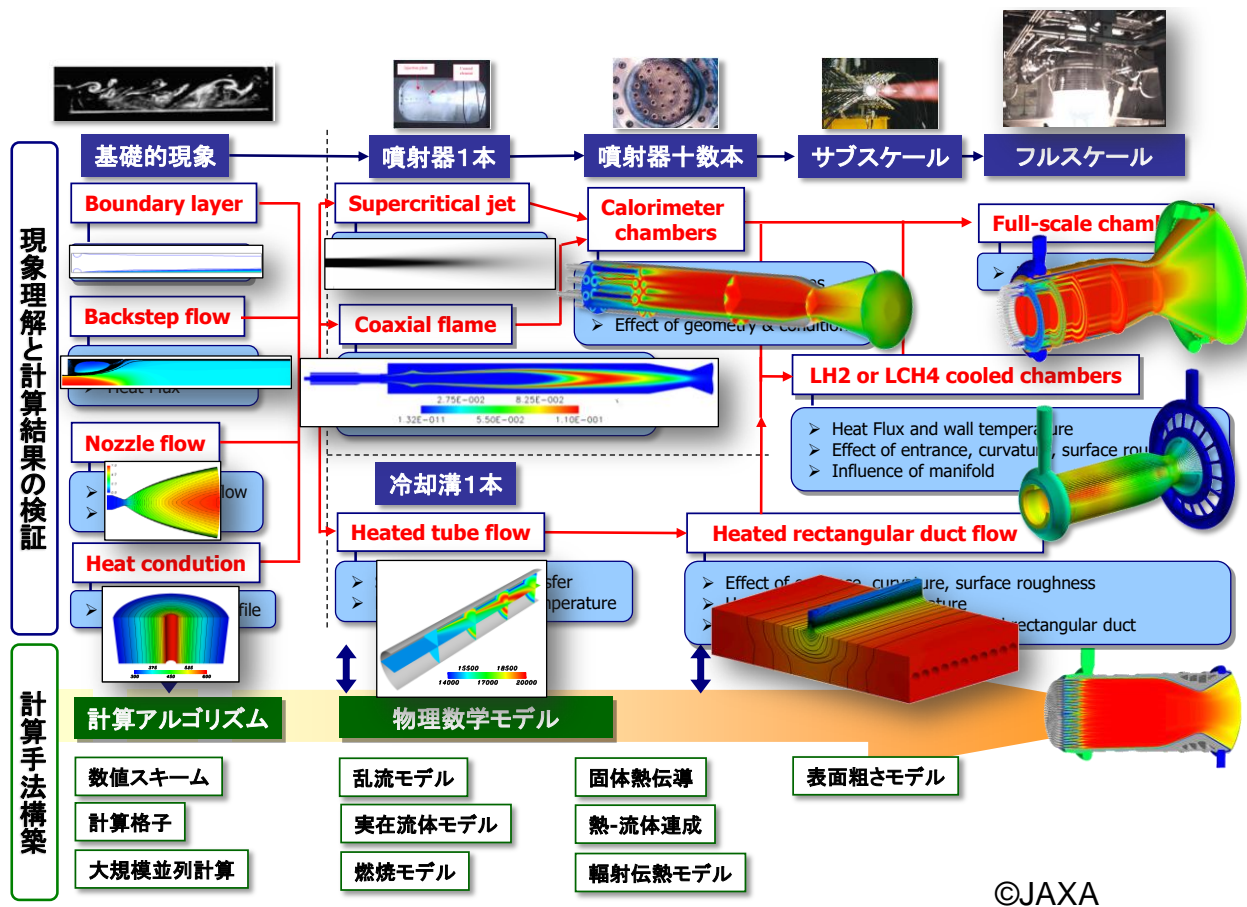

図 5. ロケットエンジン燃焼器解析技術の構築と検証プロセス例
①の課題については、2008 年から 2017 年にかけて東京大学と JAXA で実施した社会連携講座が有効でした。共同研究の一種なのですが、ALL JAPAN の研究拠点として東京大学の中に専任の教員を置いた研究室を設置しました。そこに産学官の研究者、技術者が定期的に集まり議論を交わす中で、専任の教員や JAXA 研究員が研究を推進する体制で、液体ロケットに係る現象理解と物理数学モデルの構築が確実に進みました。私も一人の研究員として参加しましたが、学術知見を積み上げる上で、いかに多くの人と議論を交わすことが大切かを学びました。
②の課題については、CFD 用検証データ取得を目的とした試験の実施と、複雑な実問題を基礎的な要素にブレークダウンし、ボトムアップ方式で検証を積み上げる (図 5) ことが有効でした。従来の試験は、設計妥当性評価が目的で、現象理解を目的とした内部の可視化や CFD の検証に繋がる定量データの取得は考えられてきませんでした。幸いにして、現在開発中の H3 ロケット 1 段エンジン LE-9